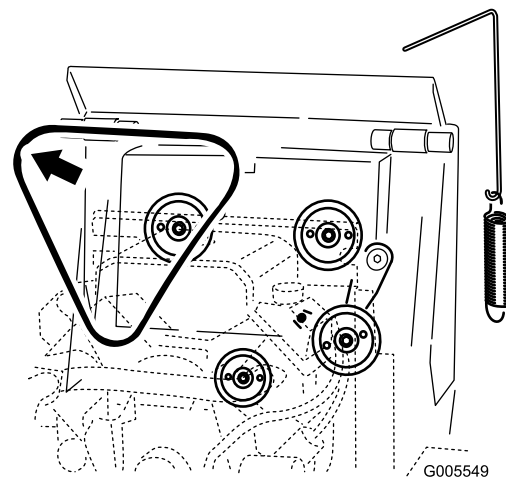

**Figure 47**
4. Enlevez le ressort de poulie de l'ensemble poulie de tension (Figure 47).
6. Placez une courroie d'entraînement neuve sur les trois poulies (Figure 47).